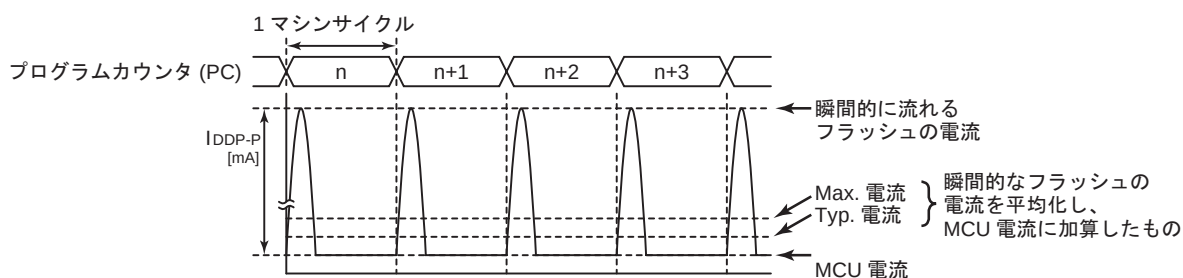

図 25-4 フラッシュメモリの間欠動作
- 注 7) フラッシュメモリでプログラムが動作しているとき、またはフラッシュメモリからデータをリードしているとき、フラッシュメモリは間欠動作を行いますので、瞬間的に図 25-4 のようなピーク電流が流れます。よってこの場合の電源電流 I_{DD} (NORMAL1/2, SLOW1 モード時)は、ピーク電流を平均化した電流値と MCU 電流の和となります。